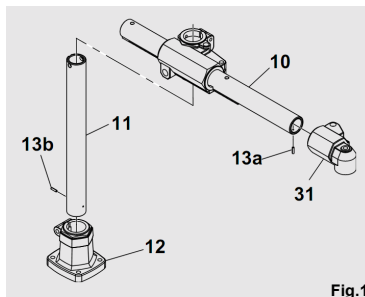
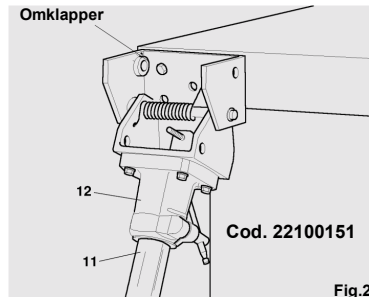

Fig.1
Fig.2
In het geval dat de steun op een eventuele "Omklapper" (zie Fig.2) wordt gemonteerd, zorgt het veiligheidssysteem Elastic Pin System, via pen (13b) (zie Fig.1), ervoor dat de verticale kolom (11) niet van de basis (12) afglijdt, zelfs als de handgreep niet vast is gezet.
Dit veiligheidssysteem geldt ook voor de horizontale kolom (10) (zie Fig.1), omdat de pen (13a) ervoor zorgt dat de pijp niet kan losraken van de buis.